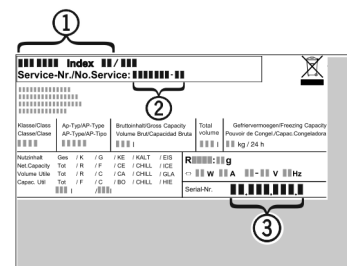

Fig. 10
- Z typového štítku odčítajte označenie zariadenia Fig. 10 (1), servisné č. Fig. 10 (2) a sériové č. Fig. 10 (3). Typový štítek je na ľavej vnútornej strane zariadenia.
- Upovedomte zákaznícky servis a oznámte chybu, označenie zariadenia Fig. 10 (1), servisné č. Fig. 10 (2) a sériové č. Fig. 10 (3).